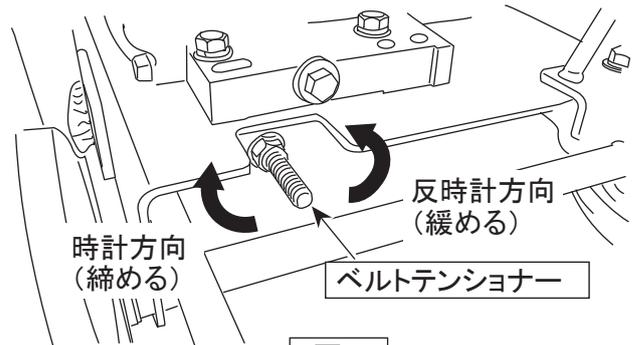

図 7
2. エンジンベース後方にあるベルトテンショナーでベルトの張力を調整します。(図7)
2. エンジンベース後方にあるベルトテンショナーのナットを反時計方向に回し、ベルトを緩ませます。(図7)